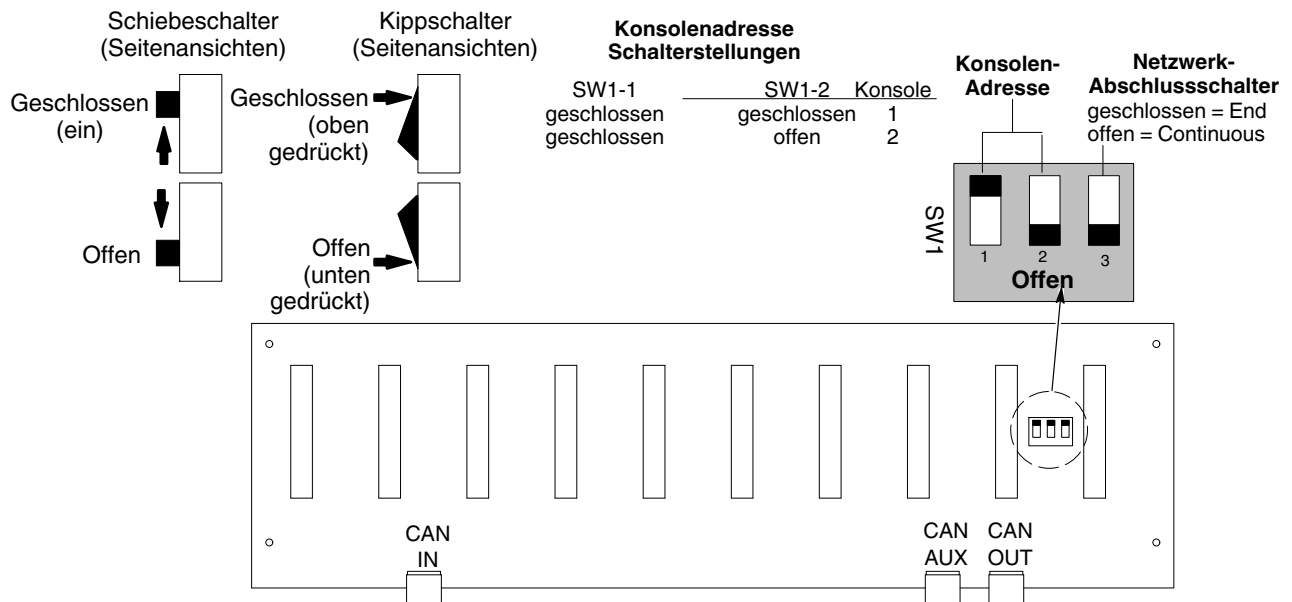

Abb. 3-2 CAN Netzwerkanschlüsse, Konsolenadressen und Abschluss
Siehe Abb. 3-2.
**Konsolenadresse (SW4-3, 4):** Schalter 3 und 4 auf die Konsolenadresse stellen. Diese ist die gleiche Adresse, die am DIP-Schalter an der Rückwandplatine in Abbildung 3-2 eingestellt ist.